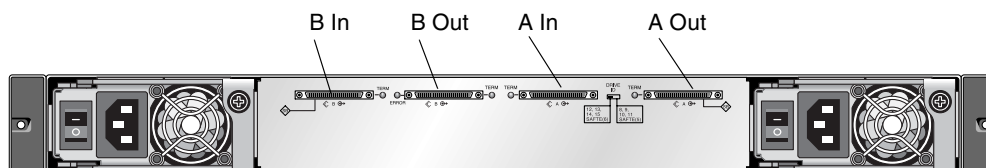

図 4-7 Sun StorEdge 3120 SCSI Array のポート名
1. 単一バス構成として JBOD ユニットの構成するには、図 4-7 に示すように、SB アイコンでラベル付けされた SCSI ポート、B In ポートおよび A Out ポート間に SCSI ジャンパケーブルを接続します。確実に接続され、操作できるように、ケーブルジャックのネジを時計回りに 6 回完全に回して締め付けます。